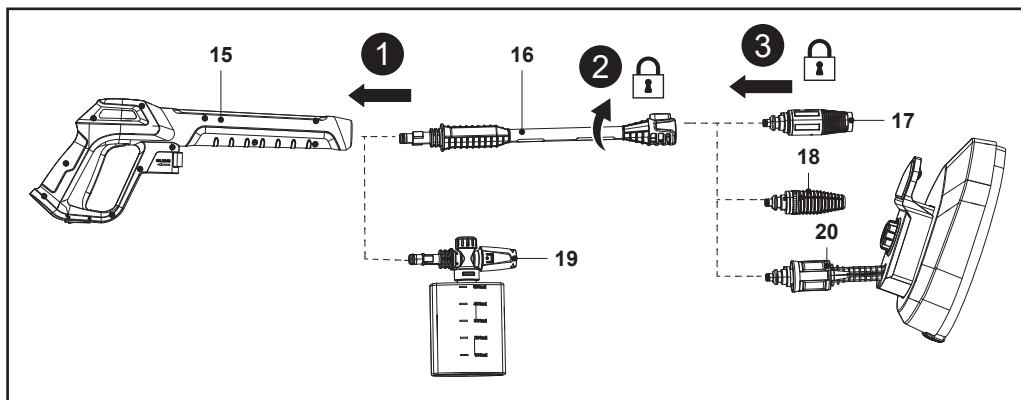

Fig. 3
1. Alinhe e insira a lança de extensão (16) ou o bocal (19) do recipiente de detergente no encaixe da pistola de pulverização (15) (Fig. 3, passo 1).
3. Alinhe as duas patilhas com as ranhuras da lança de extensão (16) e, em seguida, insira o bocal turbo (17), o bocal variável (18) ou a escova para pávio (20) até ao fim (Fig. 3, passo 3).
5. Para desconectar a lança de extensão (16) ou o bocal (19) do recipiente de detergente, empurre e rode a lança de extensão (16) no sentido anti-horário a fim de os remover (Fig. 3, passos 3, 4, 5). Volte a instalar um acessório da pistola de pulverização necessário.